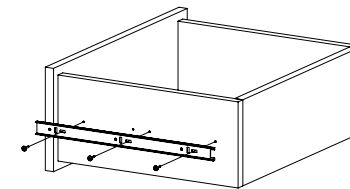

Рис.10
- Закрепите внутренние планки направляющих на деталях 9 и 10 шурупами 3,5x16 (Рис. 10).